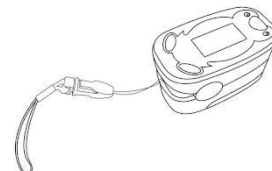

Abbildung 4: Montage des Aufhängeseils
- Schritt 1. Führen Sie das Ende des Seils durch das Loch (siehe Abbildung 4).